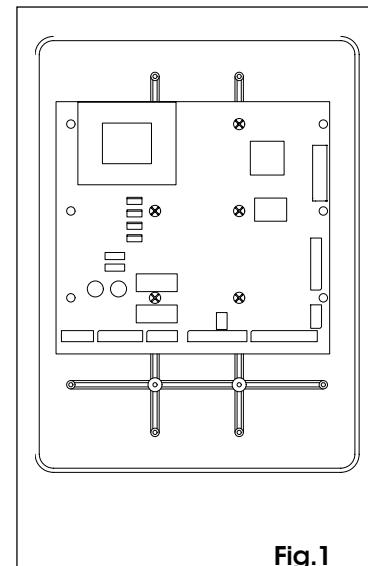

Fig.1
- Per il fissaggio della centrale nel contenitore stagno, posizionare la centrale come in fig. 1 e fissarla con n.5 viti Ø4.2x13 autofilettanti (fornite), ponendo i distanziali tra scheda e guide del contenitore stagno.